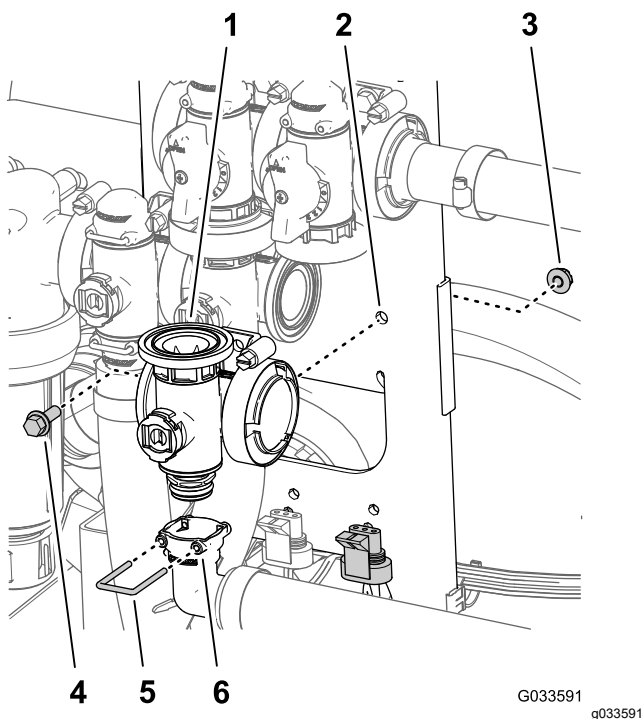

Figure 130
- Alignez la douille du raccord de sortie à 90° et le raccord d'accouplement au bas du collecteur de la vanne maîtresse des rampes (Figure 130).
6. Fixez le raccord de sortie à l'accouplement en insérant un étrier de fixation dans la douille du raccord de sortie (**Figure 130**).